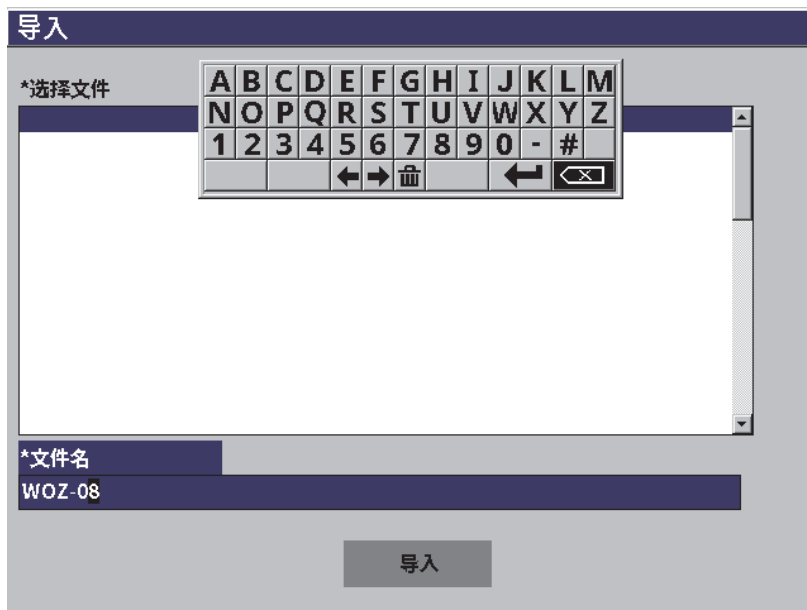

图 9-33 导入（视频文件）设置页
5. 要将所选文件导入到一个不同的文件名下，需使用虚拟键盘、调节旋钮和确定键，输入一个新的文件名（最多 32 个）（参见第 155 页的图 9-33）。